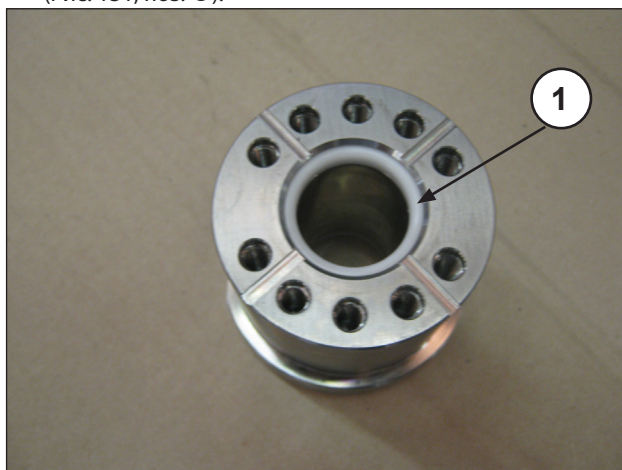

Рис. 131
- Вставьте уплотнительную прокладку в рубашку (Рис. 131, поз. ①).